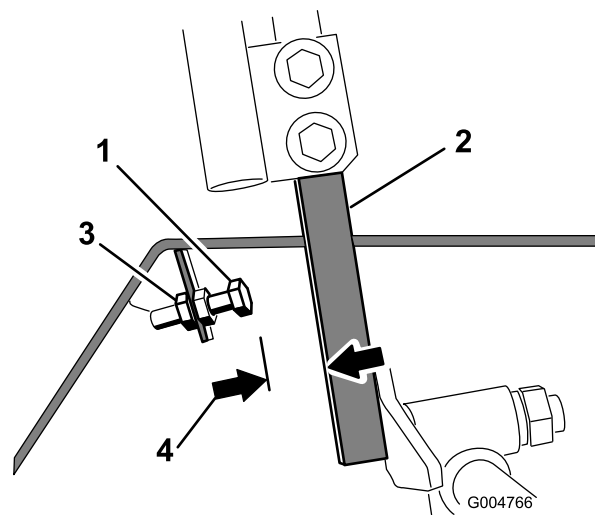

Figura 65
4. Afloje la contratuerca del perno de tope de una de las palancas de control (Figura 65).